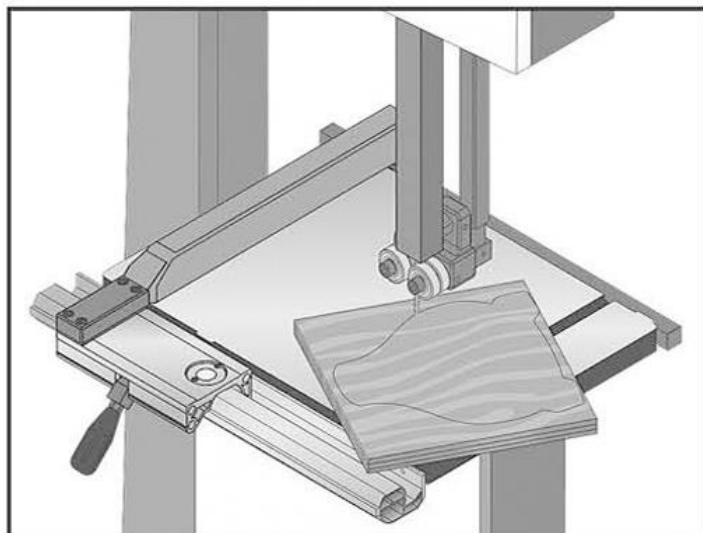

Рисунок 41. Пример настройки многоуровневого реза.
5. Нарезьте стопку кусочков так, как если бы вы резали цельный кусок. Следуйте линии разметки с пропилом лезвия на отходящей стороне вашей линии (пример установки штабелируемого среза приведен на рис. 41).